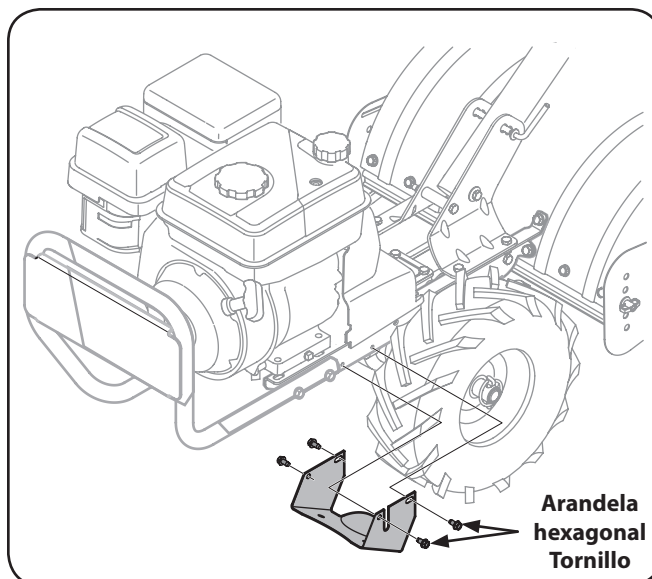

Figura 7-2
3. Retire los cuatro tornillos de arandela hexagonal de $\frac{1}{4}$ -20 que sujetan la cubierta de la polea al bastidor como se observa en la Figura 7-2, y extraiga dicha cubierta y colóquela a un lado en un lugar seguro hasta que vuelva a instalarla.